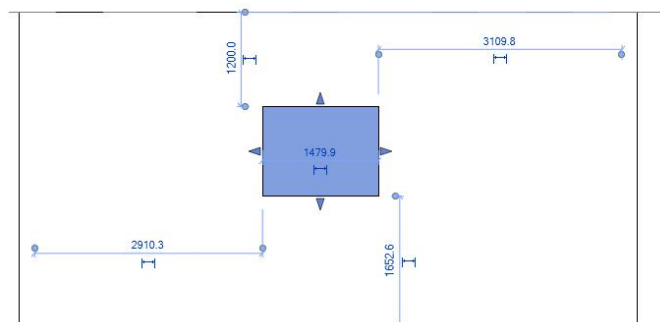

图 6-24 修改洞口
• 修改洞口：选择要修改的洞口，可以使用拖曳控制柄修改洞口的尺寸和位置(图 6-24)。也可以将洞口拖曳到同一面墙上的新位置，然后为洞口添加尺寸标注。